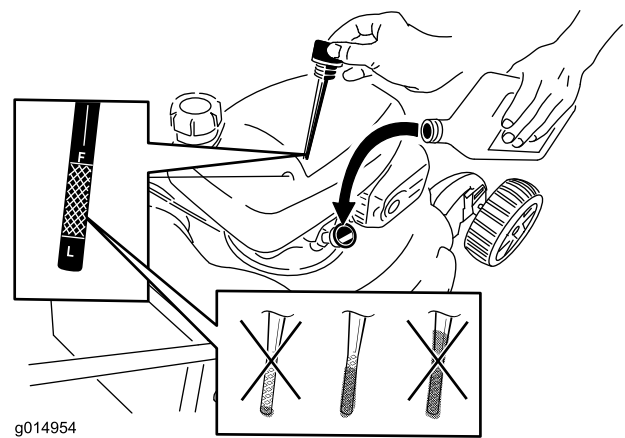

Figura 37
6. Retire la varilla del tubo de llenado de aceite (Figura 37).
12. Retire la varilla y observe el nivel de aceite; consulte Figura 37.
- Si el nivel de aceite es demasiado bajo, añada una pequeña cantidad de aceite lentamente por el tubo de llenado y repita los pasos 10 a 12 hasta que el nivel del aceite sea correcto, según se muestra en Figura 37.